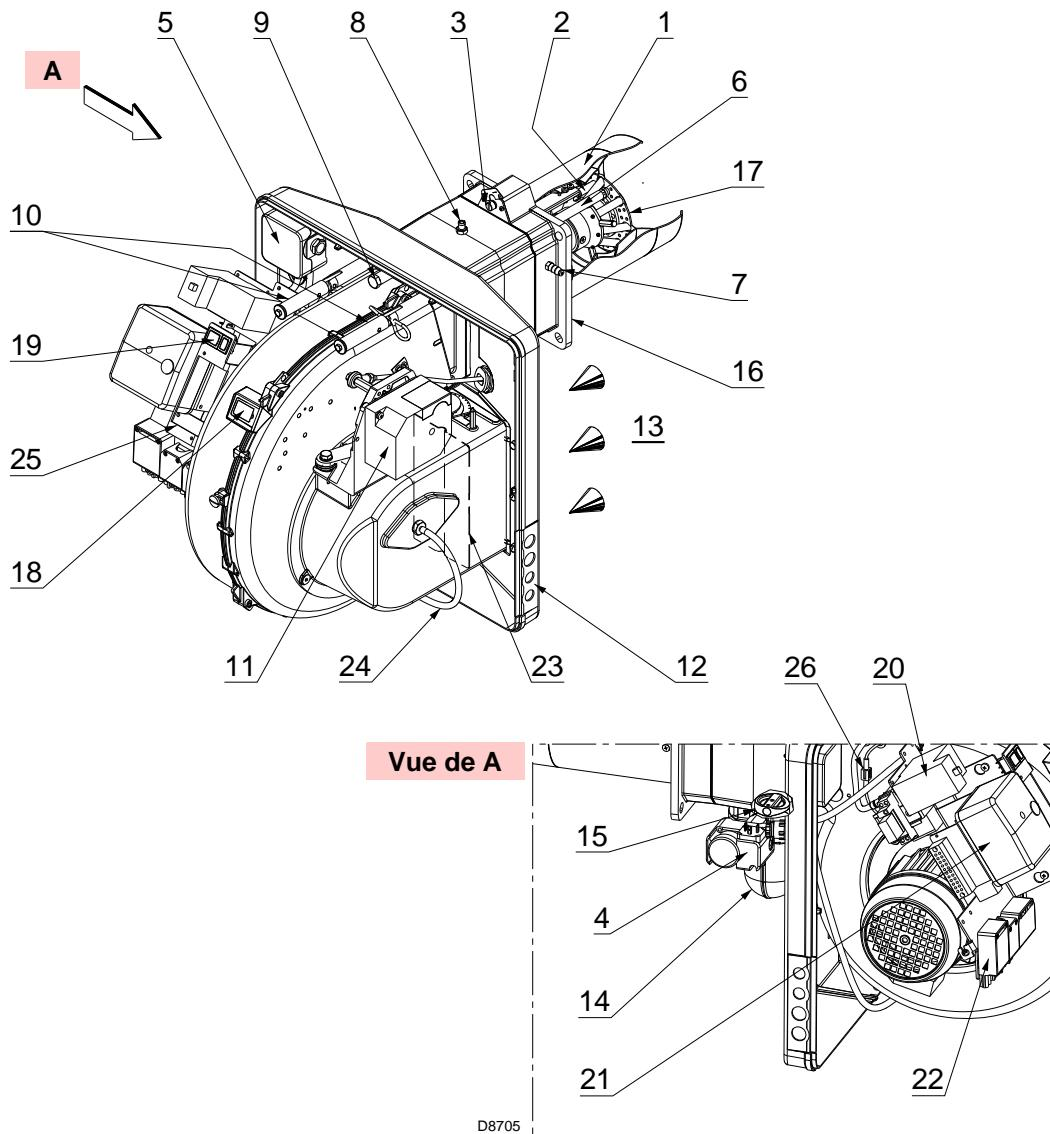

Fig. 5
(1) Conditions de référence: Température ambiante 20°C - Température gaz 15°C - Pression barométrique 1013 mbar - Altitude 0 m au-dessus du niveau de la mer.
(2) Pression de gaz à la prise du manchon 8) (Fig. 5) avec pression zéro dans la chambre de combustion et à la puissance maximale du brûleur.
(3) Pression sonore mesurée dans le laboratoire de combustion du constructeur, avec le brûleur fonctionnant sur la chaudière d'essai, à la puissance maximale. La puissance sonore est mesurée grâce à la méthode en « champ libre », prévue par la norme EN 15036, et conformément à la précision de mesure « Précision : Catégorie 3 », comme décrit par norme EN ISO 3746.